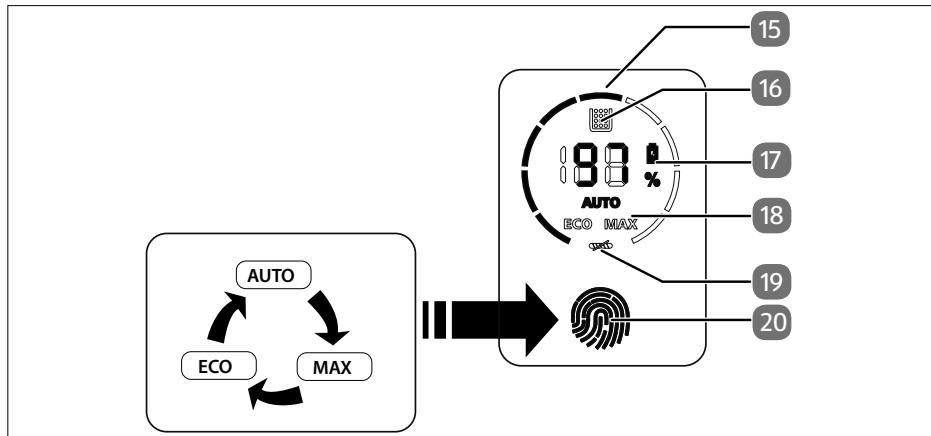

Fig. 2
- ▶ Per accendere l'aspirapolvere, premere e tenere premuto l'interruttore On/Off (21). Bloccare l'interruttore On/Off premendo il pulsante di blocco (22).
- ▶ Toccare il campo (20) per impostare la modalità di funzionamento **AUTO, MAX** o **ECO**. Nel campo di visualizzazione (15) viene mostrata la rispettiva potenza del motore (vedere la fig. 2).